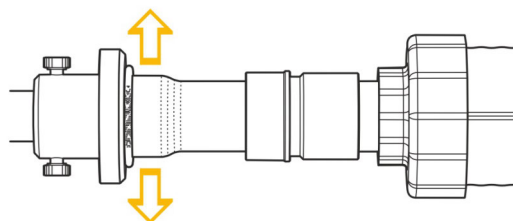

Рис. 5.7.6
4. При помощи гидравлического насоса расширить конец трубы (рис. 5.7.6).